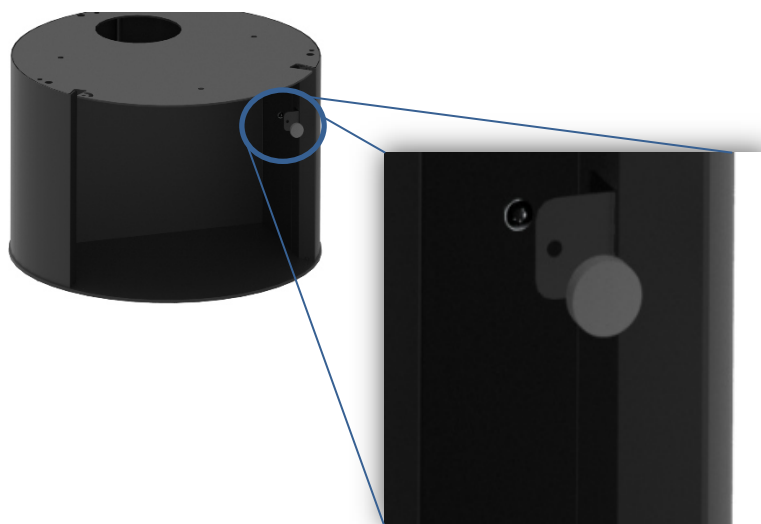

Figura 11 - Preparação da base/lenheiro do equipamento para colocar a porta
- 2- Colocar o ímã na patilha dobrada, e fixá-lo com a porca. Estes acessórios vêm junto com a porta Figura 11.